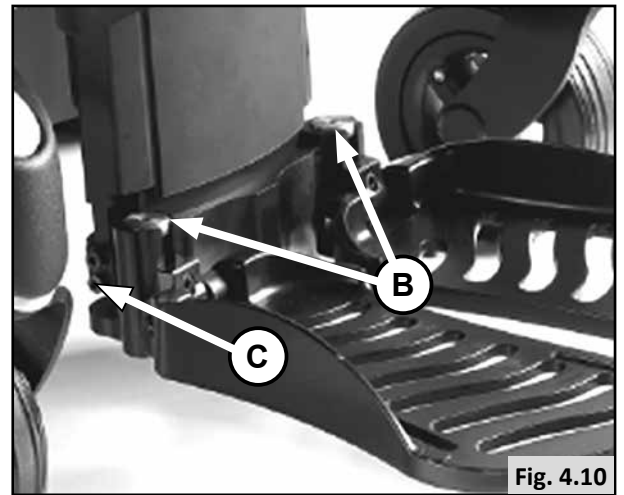

Fig. 4.10
### 4.4.1 Réglage de la longueur du segment jambier (Fig. 4.10) :
- Desserrez les 4 vis (A).
- Tournez la vis B (Fig 4.10) pour régler la hauteur.
- Resserrez les 4 vis (A).